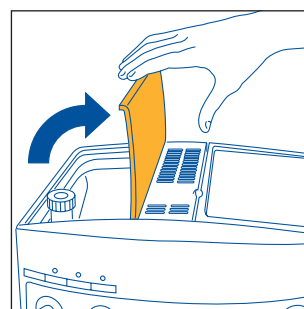

Fig. 2
- Ouvrez le couvercle du réservoir de café en grains (fig.2)